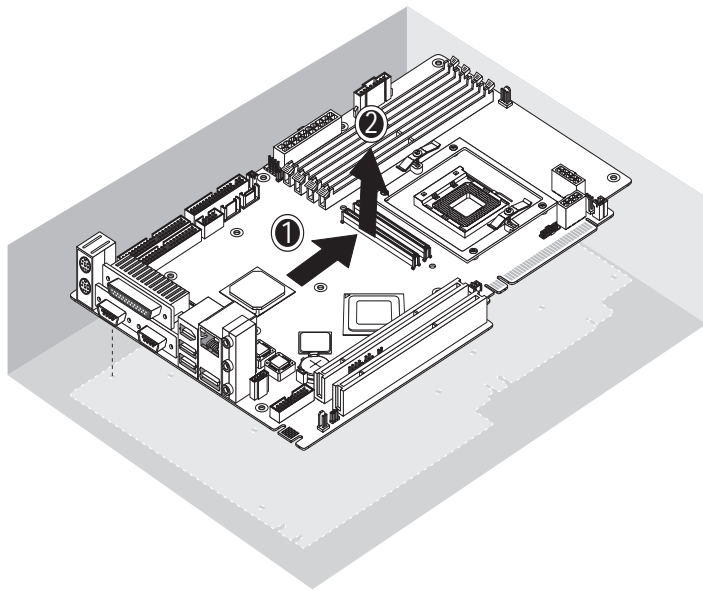

РИСУНОК 4-30 Извлечение материнской платы из корпуса
9. Снимите материнскую плату в направлении корпуса (см. РИСУНОК 4-30, элемент 1) и поднимите ее вверх для извлечения (элемент 2).